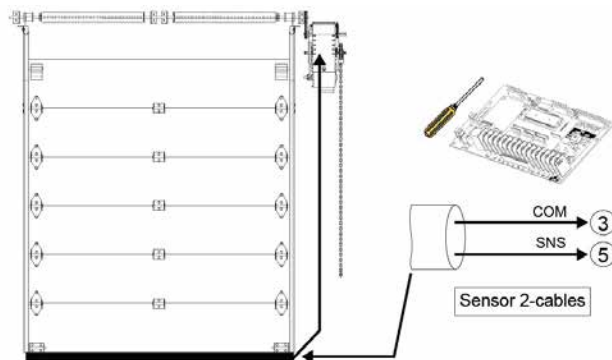

Figura 40 - Borde sensible eléctrico
3. Utilizar un cable en espiral o carrete de recogida para conectar los cables del borde sensible a los terminales del operador. Instalar cables eléctricos de acuerdo a la Figura 40.